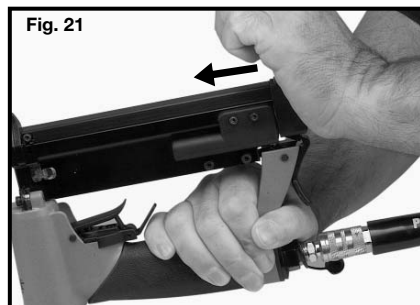

Fig. 21
4. Repoussez le couvercle du chargeur pour le fermer comme indiqué à la Fig. 21. Assurez-vous que le couvercle s'enclenche à sa place.